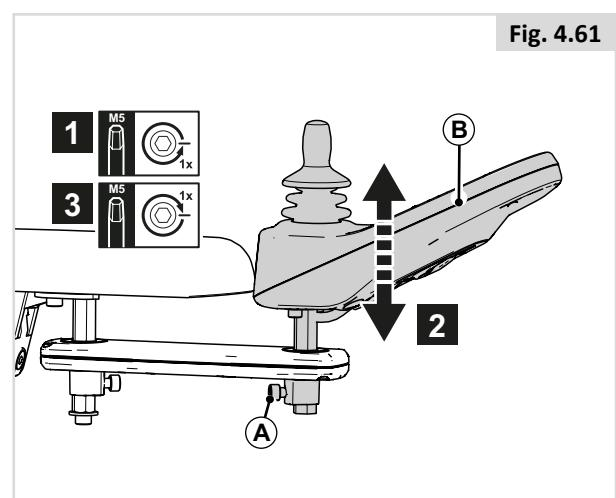

Fig. 4.61
Höjd på styrenhet (2) (Fig. 4.61)
1. Lossa (C) ett varv.
2. Justera (D) till önskat läge.
3. Dra åt (C).